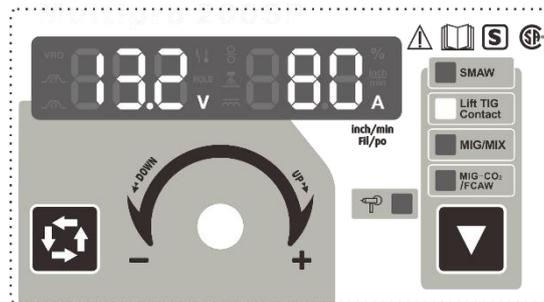

Figure 10 : mode LIFT TIG
③ La **figure 10** montre les données qu'affiche l'appareil durant une opération de soudage. La tension et le courant de soudage sont respectivement de 13.2V et 80A. L'appareil retrouvera ses réglages de courant de soudage par défaut après 5 secondes d'inactivité.